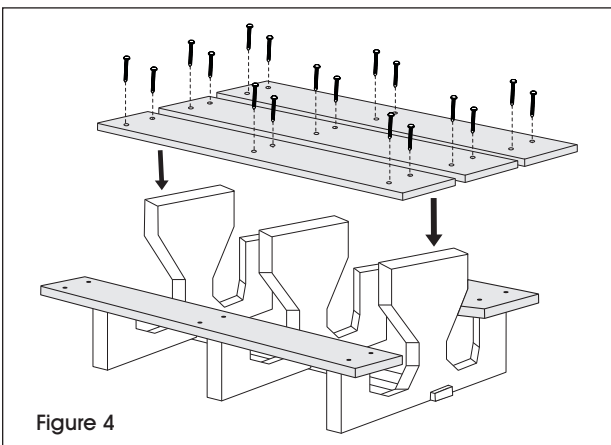

Figure 4
5. Déterminez l'écart entre les planches de table. Prépercez les trous sur les planches à l'aide de la perceuse et de la mèche de 3/8 po. Fixez sans serrer les planches aux bases en plastique à l'aide des tire-fonds de 4 po, de la perceuse et de la douille tournevis de 3/4 po (à bien visser plus tard à l'étape 8). (Voir Figure 4)